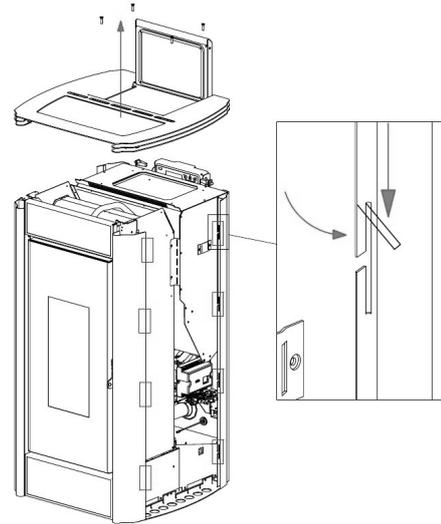

Fig. 34 - Biegen der kleinen Zungen nach außen
- Mit einem Finger die oberen, an den schwarzen Profilen befindlichen kleinen Zungen nach außen biegen (siehe **Fig. 34**).